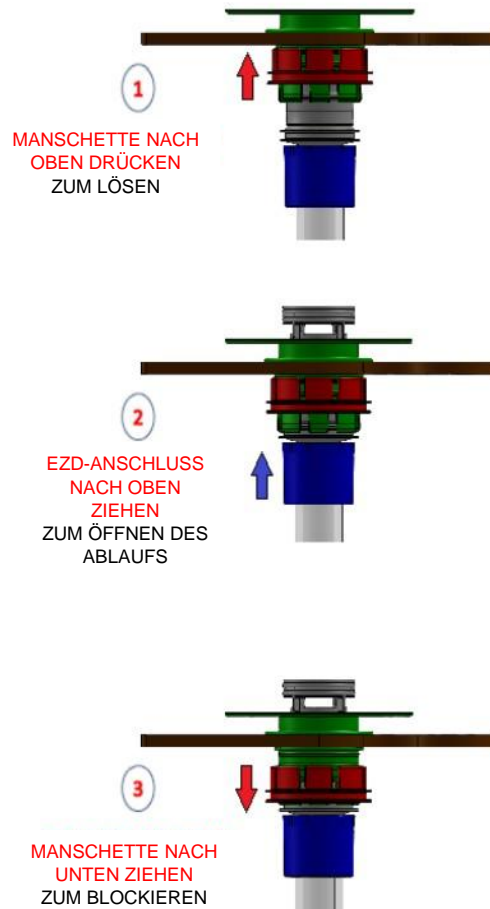

Abbildung 21. Übergang von geschlossen zu geöffnet (ermöglicht den Flüssigkeitsfluss)
1. Zum Entleeren des Misch-Biocontainers den Ablassschlauch an einen geeigneten Behälter anschließen und die Klemme am Ablassschlauch öffnen. Das EZ-Drain-Ventil sollte, falls vorhanden, geöffnet werden, indem die Manschette bis zum Einrasten nach oben gedrückt, dann der blaue BarbLock zum Öffnen des Auslasses nach oben gedrückt und dann die Manschette zum Verriegeln wieder nach unten gezogen wird (Abbildung 21).